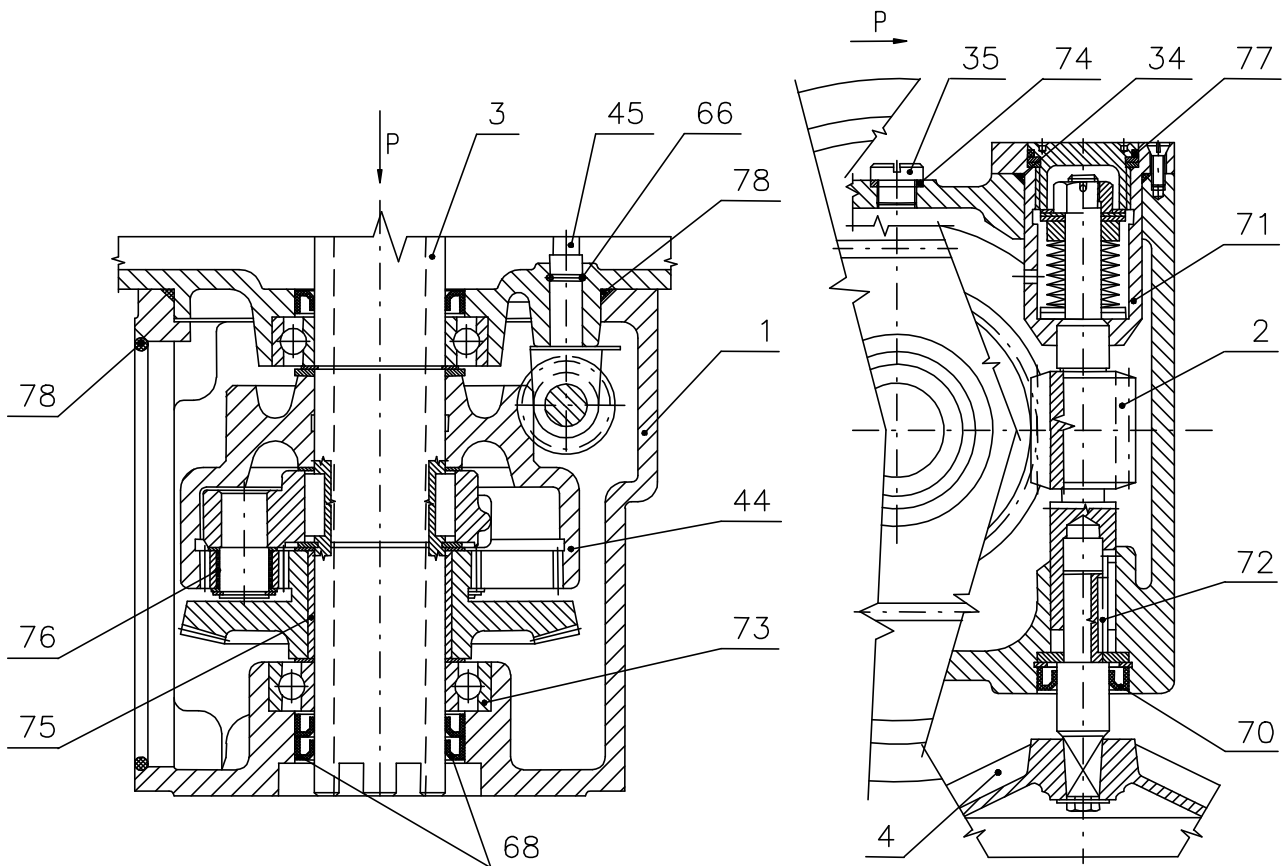
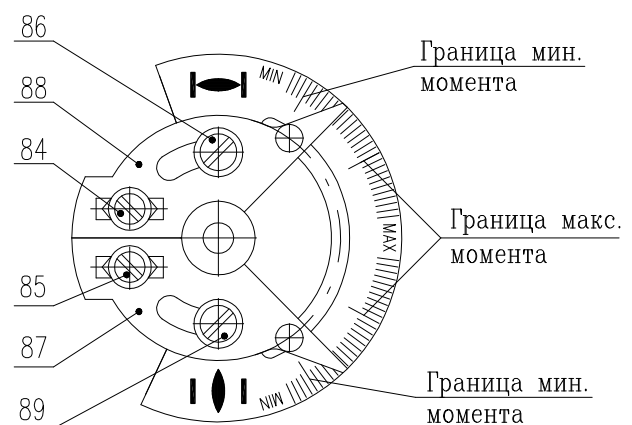

Рис. 2
Рис.4
Модуль М3 – силовая передача с ручным управлением (рис.2)
Блок моментного выключения (рис. 4 и 5)
- моментное колесо (рис. 4)
Моментное колесо (рис. 4) укреплено на моментном валике (45), выходящем от силовой передачи (рис. 2). Угол поворота моментного колеса пропорционален крутящему моменту на выходном валу (3) ЭП. Его величина устанавливается перестановкой сегментов (17) и передвижением упоров (18). Достигнутая величина крутящего момента переносится от моментного колеса на моментное устройство (9) при помощи моментного рычажка (42).